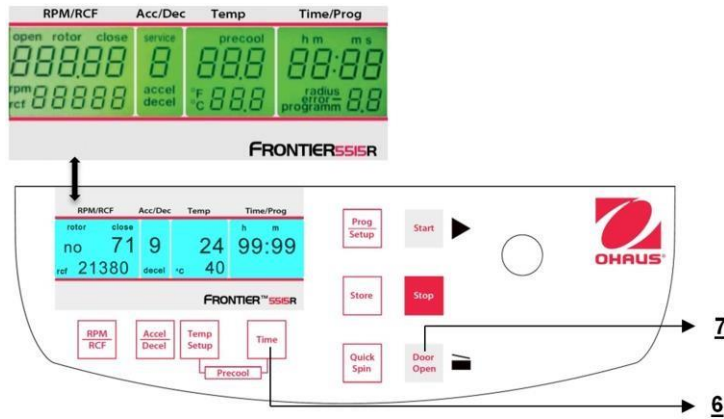

Figura 32
Cuando la centrifuga está apagada, presione al mismo tiempo los botones **"Time"**(6) y **"Door Open"** (7) y encienda el interruptor principal de la centrifuga. Ahora suelte ambos botones y como resultado se ejecuta una prueba de pantalla durante aproximadamente 5 segundos. Todos los indicadores aparecerán al mismo tiempo (vea la Figura 32).